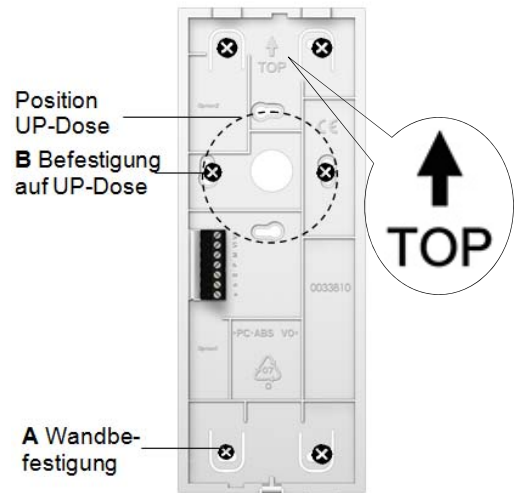

Abb. 2: Unterschale montieren
- Setzen Sie eine Unterputzdose an der Wand, wo das Gerät positioniert werden soll (Abb. 2).
- Montieren Sie die Unterschale mit mindestens 3 geeigneten Schrauben (Abb. 2). Die Schrauben sind nicht im Lieferumfang enthalten.
Beachten Sie die Einbaulage der Unterschale. Die Einbaulage ist in der Unterschale durch einen Pfeil und die Bezeichnung TOP markiert (Abb. 2).